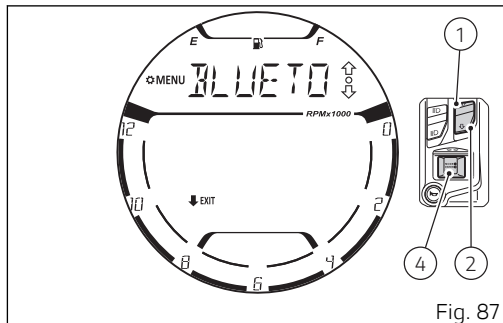

Fig. 87
Para eliminar un dispositivo Bluetooth emparejado anteriormente, es necesario entrar en el SETTING MENU, visualizar con los pulsadores (1) o (2) la indicación "BLUETOOTH" y presionar el pulsador (4). Al acceder a la función (Fig. 87), mediante el pulsador (1) y el pulsador (2) seleccionar de la lista el dispositivo que se desea cancelar y presionar el pulsador (4) para realizar la eliminación.